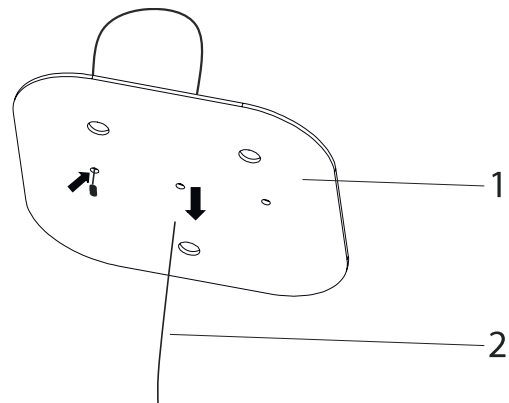

Fig. 18
3. ➔ Skub stålwiren igennem ophængningspladen som vist på figur (Fig. 18).